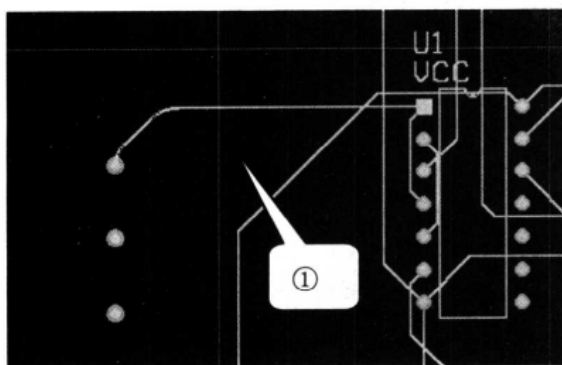

图 10-136 电源的输入端连接
- (6) 执行菜单命令 Place|Line, 将焊点同网络 VCC 的其他部分连接在一起, 如图 10-136 中的①所示。